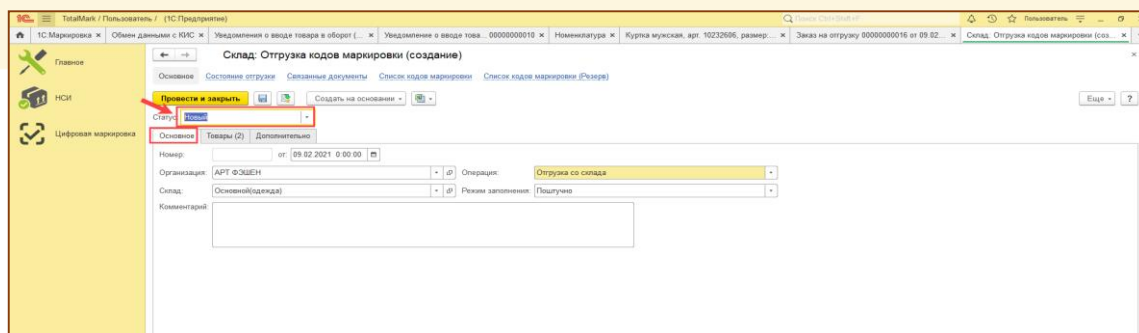

Рис. 8-14 - Создание Отгрузки в ТМ
- Отгрузка будет создана со статусом «Новый». В Отгрузке автоматически заполнятся реквизиты (Рис. 8-14):